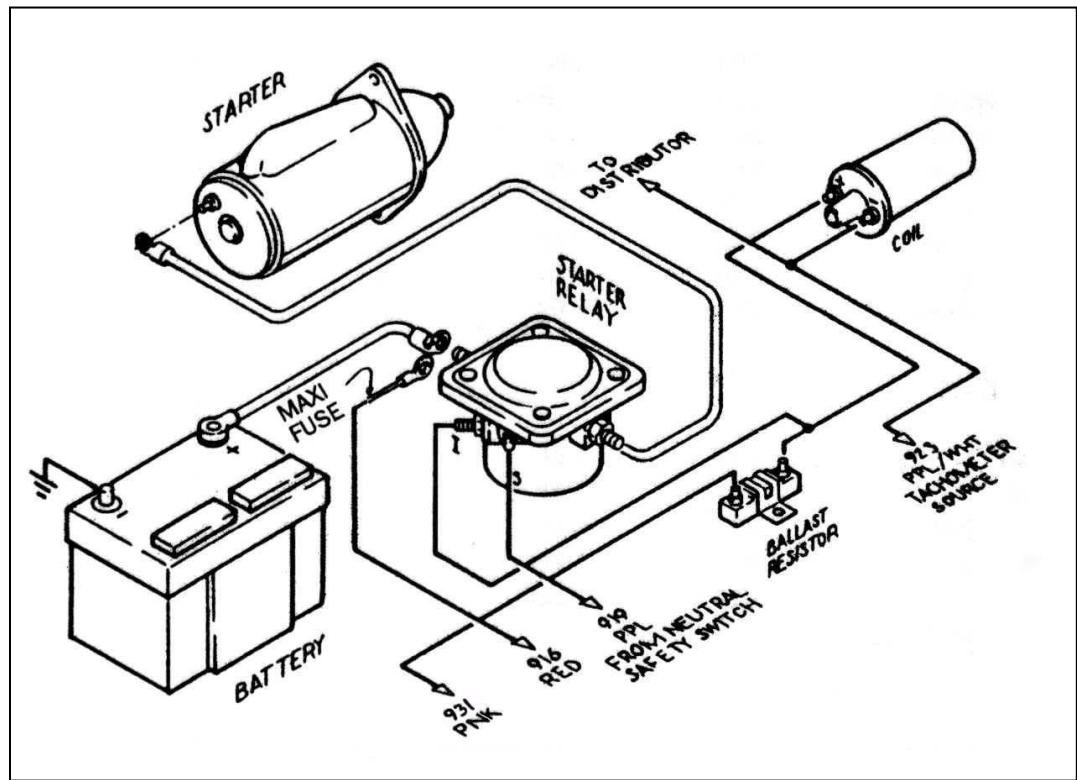

Figure 8-2 Ford Ignition (Start/Run) System
8.2 Ford Ignition (Start/Run) System. See Figure 8-2.